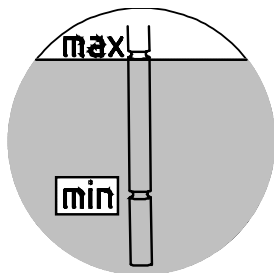

Bild 26: Kontrollera oljenivån med oljesticka
2. Oljenivån måste ligga mellan den övre och den undre markeringen när nivåstickan är helt inskruvad (se Bild 26). Fyll på med rätt olja om oljenivån är för låg.